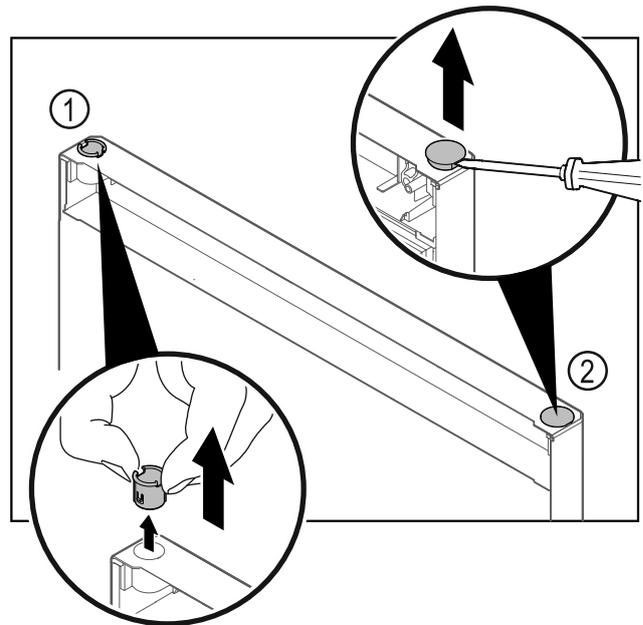

Fig. 27
- ▶ Estrarre la boccola cerniera Fig. 27 (1) con le dita.
- ▶ Con un cacciavite a testa a intaglio sollevare con cautela il tappo Fig. 27 (2) ed estrarlo.